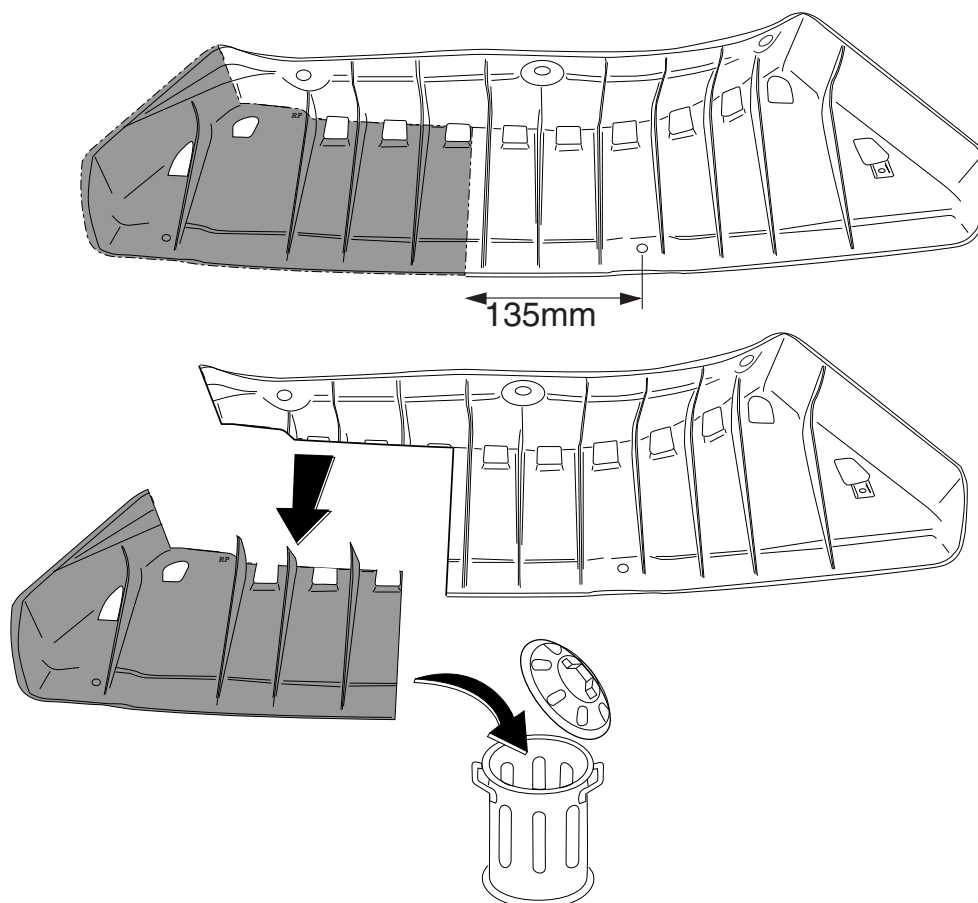

Fig. 1
7. Выпилить часть из закрывающей пластины, как указано на рис. 1.